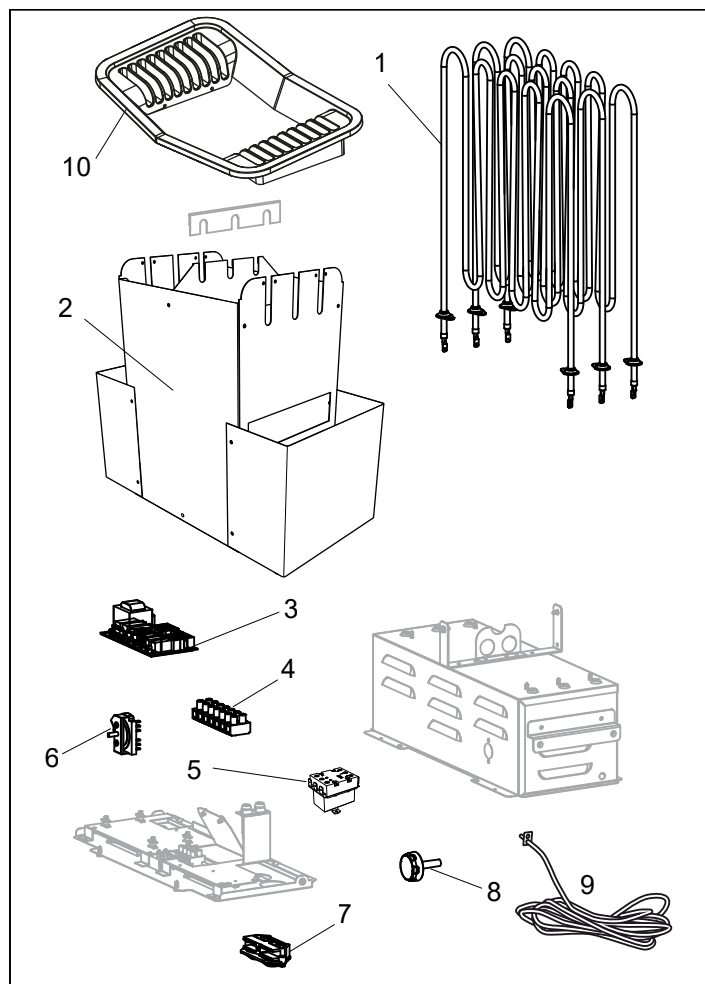

Afbeelding 6: De temperatuuruitschakeling resetten
- **Kachel** - De temperatuuruitschakeling in de kachel is ingebouwd om de onderdelen, pijp-elementen en het hout in de sauna te beschermen tegen oververhitting. Onder de kachel bevindt zich een rode resetknop die u moet indrukken (zie afbeelding 6). Als de temperatuuruitschakeling is geactiveerd, voelt de knop stug aan en 'klikt' bij het resetten. Als de temperatuuruitschakeling niet is geactiveerd voelt de knop na het resetten aan als een veer als u de knop indrukt.